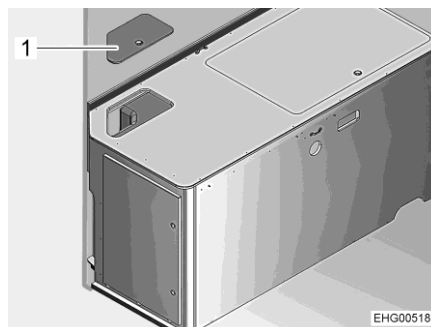

Bild 139 Sänglåda vänster
- Ta av servicelucka (Bild 139,1).